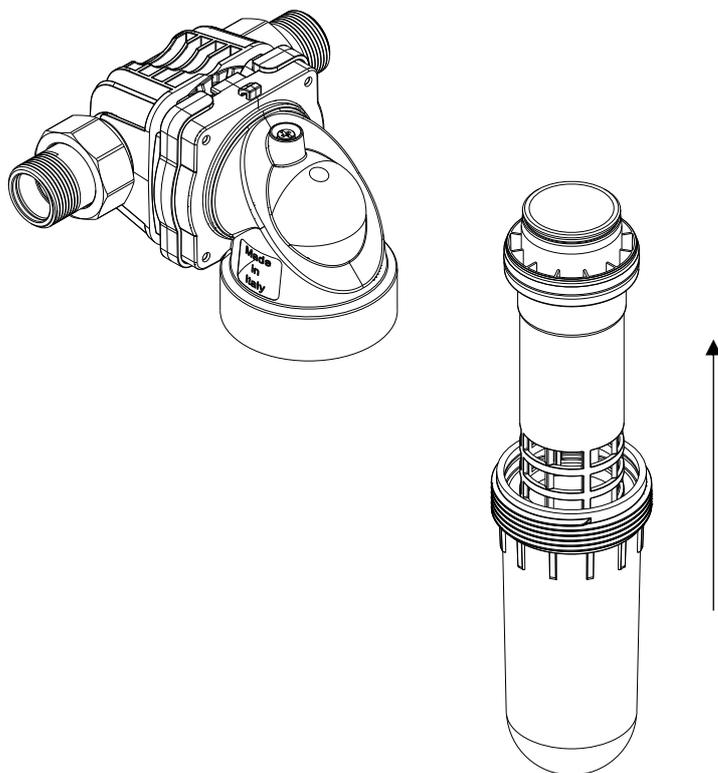

Fig.5
- Estrarre la cartuccia esaurita e smaltirla rispettando le normative vigenti nel paese d'installazione (Fig.5)